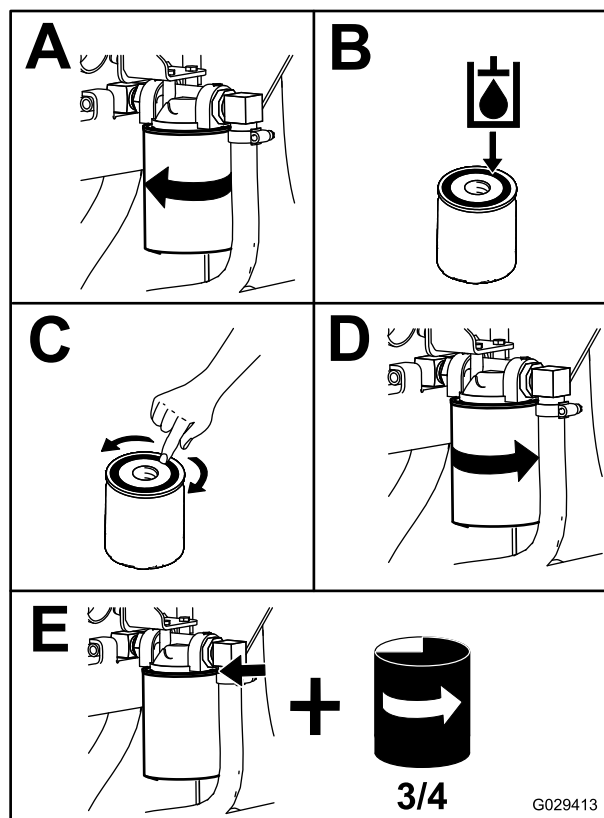

Bild 56
4. Stellen Sie eine Auffangwanne unter den Filter und entfernen den Filter (Bild 56).